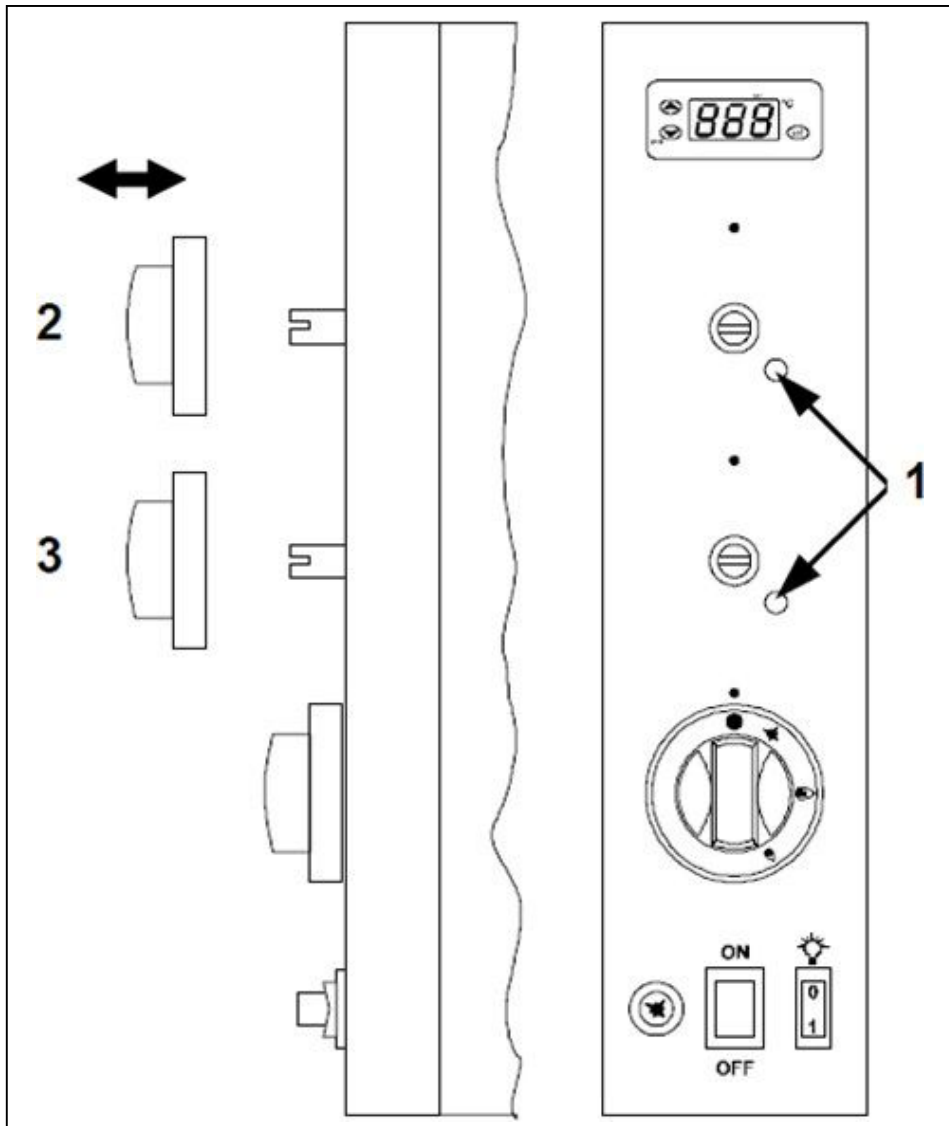

FIG.10
Per il funzionamento a GPL (g30-g31) il minimo è fisso e la vite (fig.10-rif.1) deve essere serrata a fondo; per il funzionamento con altri tipi di gas il minimo è regolabile come segue:
- Rimuovere manualmente la maniglia del bruciatore dal pannello comandi (fig.10-rif.2/3);
- Svitare la vite (fig.10-rif.1) di 2/3 di giro e reinserire la maniglia;
- Togliere nuovamente la maniglia e serrare la vite (fig.10-rif.1) fino a quando la fiamma rimane stabile;